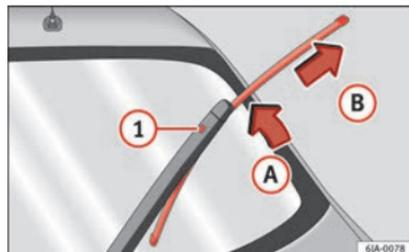

Fig. 71 Spazzola del tergilunotto.
- Rimuovere il braccio del tergilunotto dal cristallo spostando leggermente la spazzola nel senso del braccio - freccia **A** » **fig. 71**.